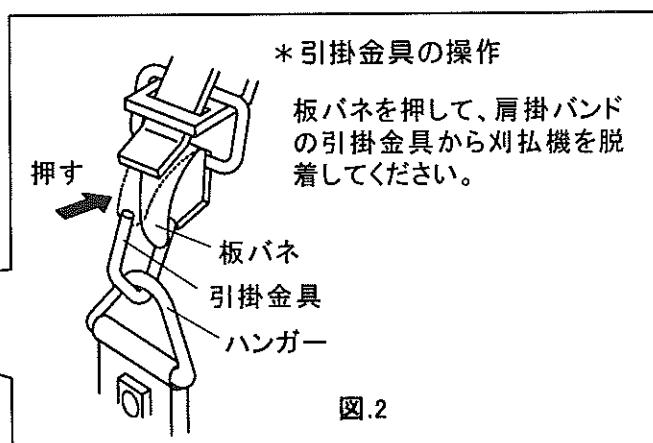

図.2
② 図.2のように、肩掛けバンドの引掛け金具を刈払機のハンガーに取り付けてください。
③ 刈払機を身体の右側に吊り下げ、刈刃が地面と平行になるようにバンドの長さを調整してください。